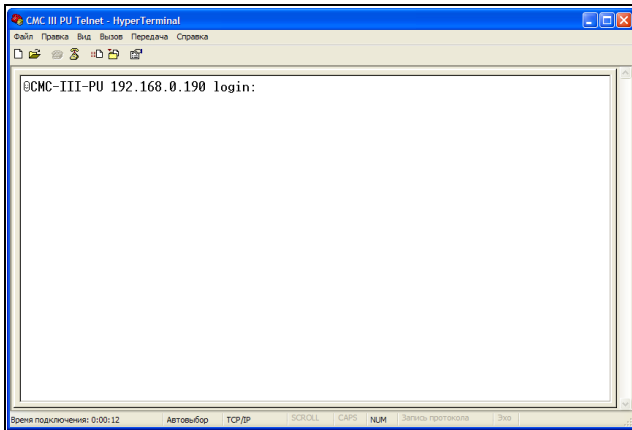

Рис. 16: Запрос авторизации
- Для отображения запроса авторизации один раз нажмите клавишу "Enter". Появится запрос авторизации для Telnet-подключения (рис. 16).